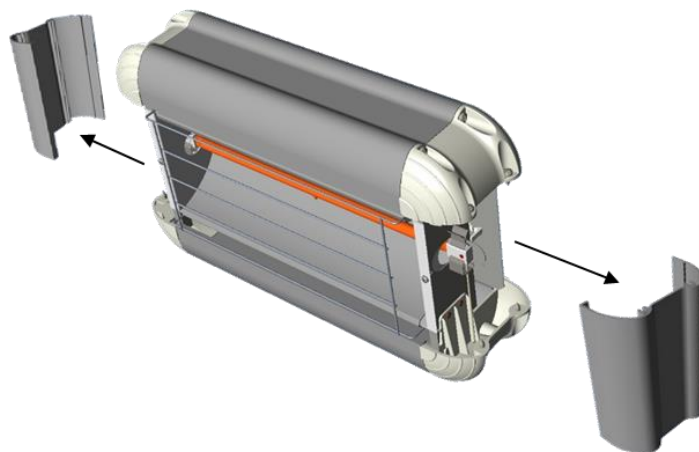

Fig.2 – рис.2
3. Die Seitenteile abnehmen. (Abb.2)